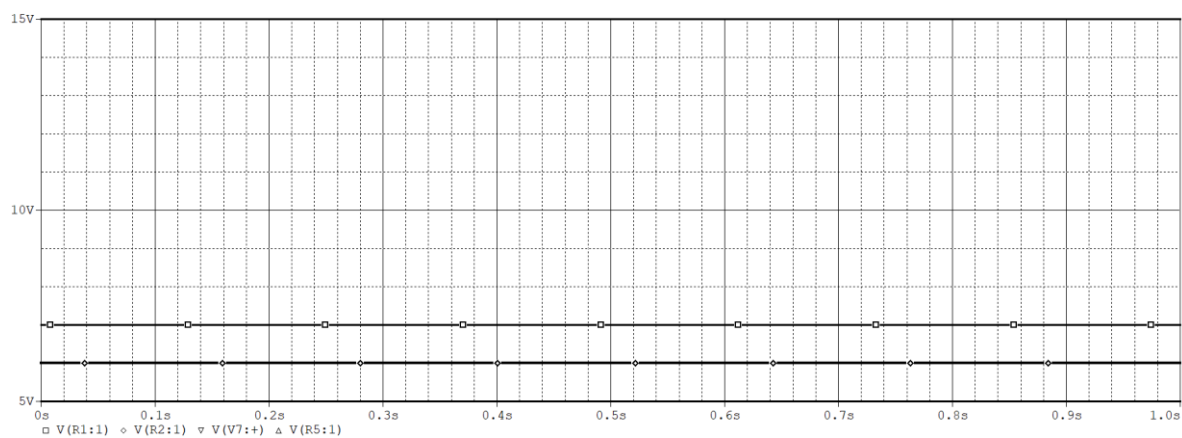

图 3 调整运算放大电路仿真结果
2. 将输入电压增大，分别设置为 5V、6V、7V，电路其它参数不做调整，观察输出结果。仿真结果见图 3 所示。
2. 更改参数后，输入电压分别为 5V、6V、7V，理论上经过该求和运算电路后，输出电压应该为 $5+6+7=18\text{V}$ ，观察图 3 的仿真结果，发现输出电压仅有 15V，与理论结果不符，查看该运放的参数可知，该运放的饱和电压为正负 15V，可以判断运放进入饱和区，故未能将信号进行放大；